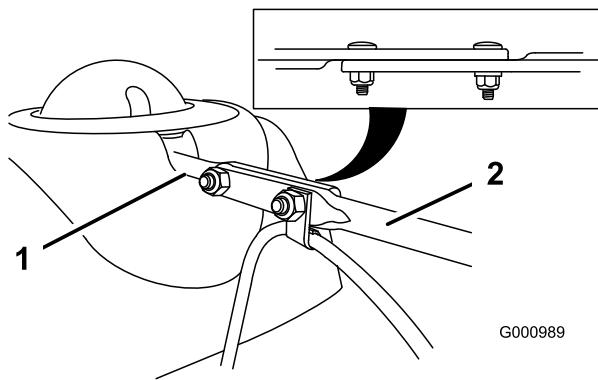

Рисунок 14
- Расположите на одной линии сплющенный задний конец длинного штока управления желобом со сплющенным передним концом короткого штока, который выступает из пульта управления, таким образом, чтобы они образовали единое целое (Рисунок 14).